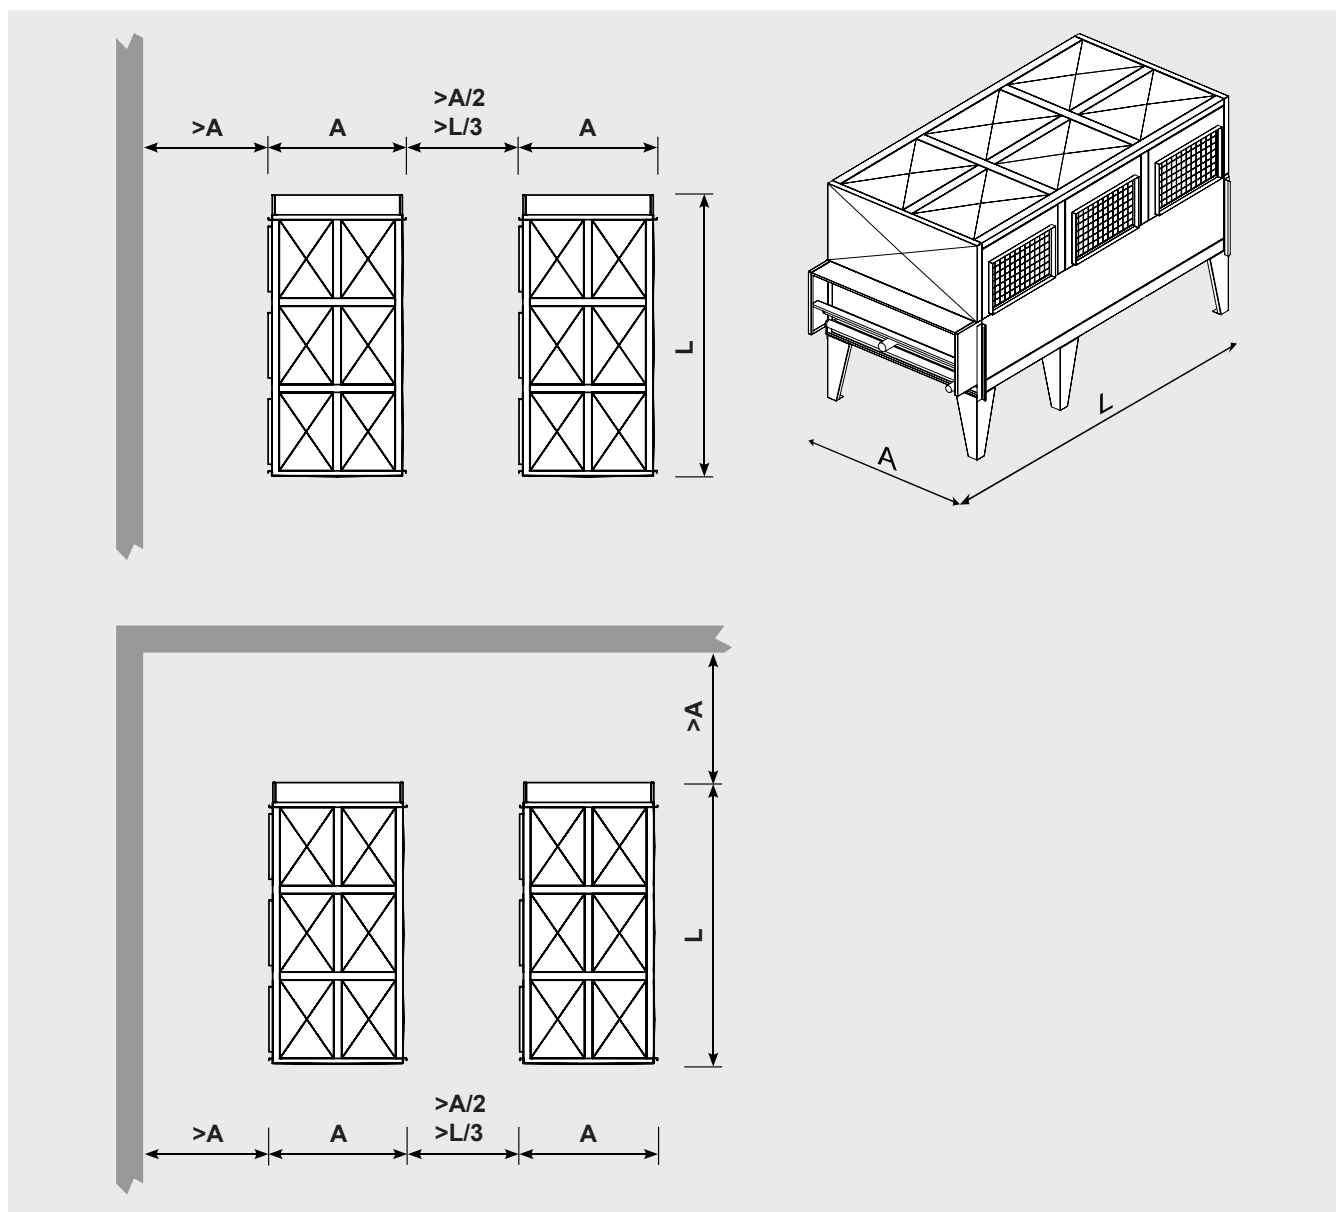

Abbildung 6
- 6.5 Für die Luftzirkulation und Wartung ist ein ausreichend großer Platz vorzusehen. Es muss vermieden werden, dass der Luftstrom direkt auf reflektierende Oberflächen gerichtet wird. In jedem Fall muss verhindert werden, dass der erzeugte Geräuschpegel erhöht wird. Abbildung 6 zeigt die einzuhaltende Mindestabstände. Für andere als die angegebenen Installationen wenden Sie sich bitte an Modine.